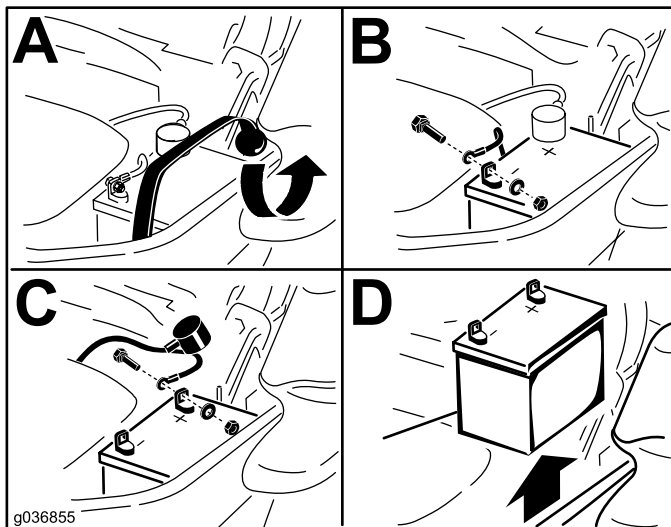

Figura 46
3. Retire la batería, según se muestra en Figura 46.
1. Coloque la batería en la bandeja, con los bornes frente al depósito de aceite hidráulico (Figura 46).
4. Fije los cables con 2 pernos, 2 arandelas, y 2 contratuercas (Figura 46).
6. Fije la batería con la correa de goma (Figura 46).